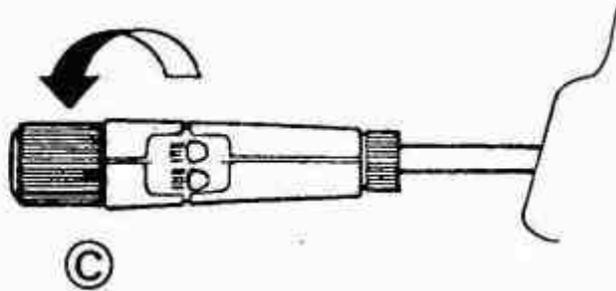

Fig. 43. Segundo giro de la palanca para conectar el alumbrado de carretera.
Continuando el giro de la palanca en el sentido anterior, se consigue la posición (C) (Fig. 43), en la cual se encienden los faros de carretera. En esta posición, ejerciendo presión sobre la palanca hacia el volante se enciende la luz «larga» y volviendo a ejercer presión se enciende la luz «corta» o de cruce. De este modo y alternativamente podrá elegir un tipo u otro de alumbrado.